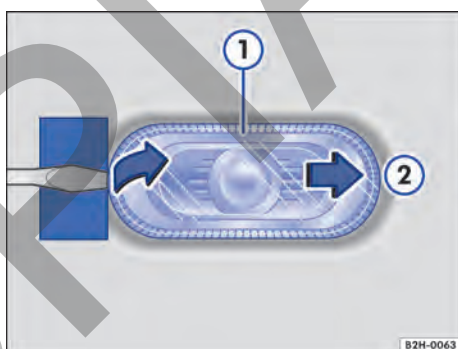

Fig. 152 En el lateral del vehículo: desmontar la luz de giro lateral.
2. Introduzca la hoja plana del destornillador de las herramientas de a bordo en el lado de la luz de giro lateral que mira en el sentido de la marcha → ①. Desplace la luz de giro lateral → Fig. 152 ① hacia atrás en contra de la fuerza del muelle → Fig. 152 ②.